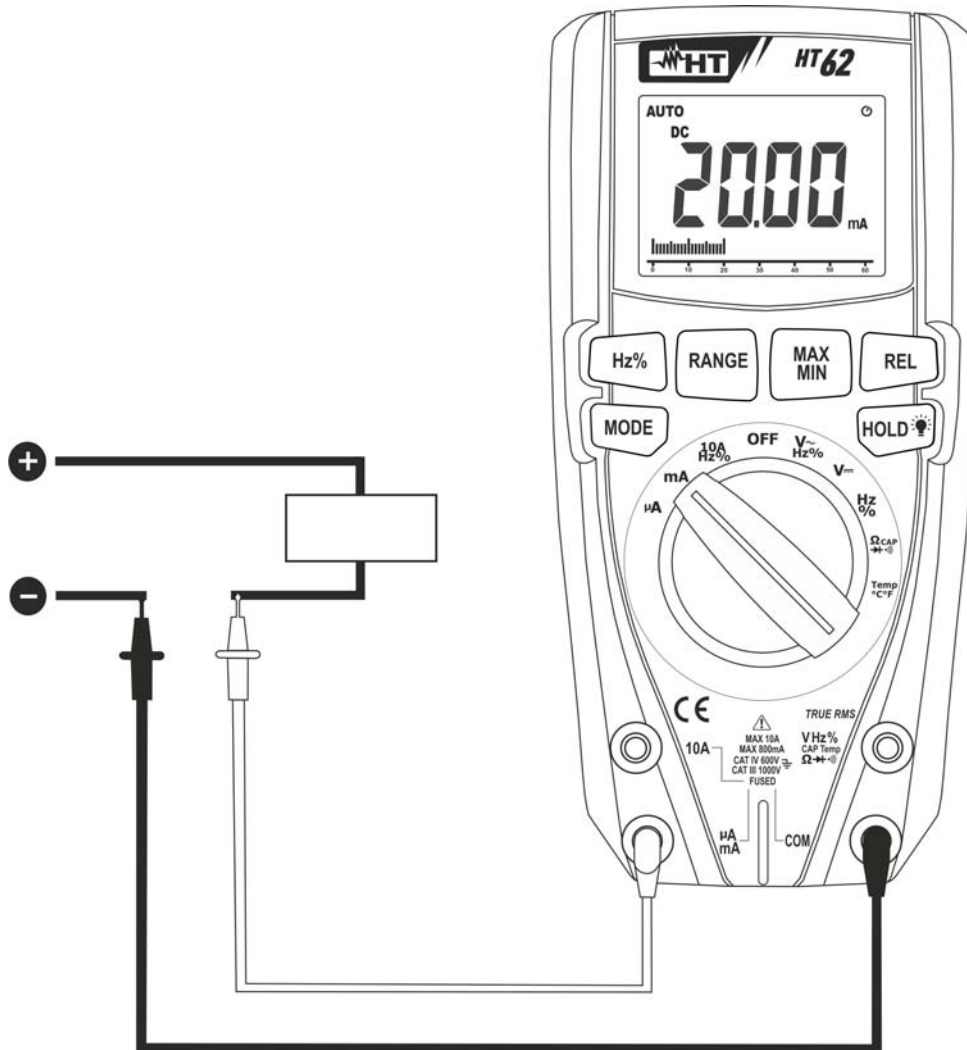

Fig. 9: Mesure de Courant DC
4. Connecter l'embout rouge et l'embout noir en série au circuit duquel on veut mesurer le courant en respectant la polarité et la direction du courant (voir Fig. 9).
7. L'affichage du symbole "-" sur l'écran de l'instrument indique que le courant a une direction opposée par rapport à la connexion de Fig. 9.